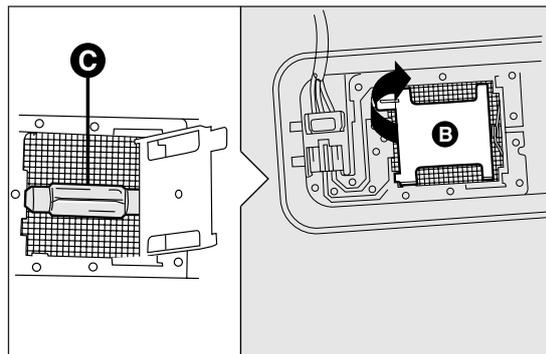

fig. 162
- aprire la copertura B fig. 162 come indicato;
- ❑ sostituire la lampada C fig. 162 svincolandola dai contatti laterali, inserire la nuova lampada accertandosi che la stessa risulti correttamente bloccata tra i contatti stessi;